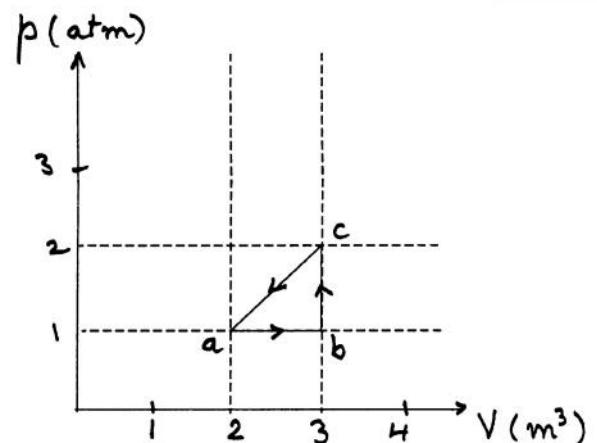

Fig.3
14. Un sistema termodinámico pasa por los estados *a*, *b*, *c* y *a* completando un ciclo cerrado (ver Fig. 3), como lo muestra la figura.